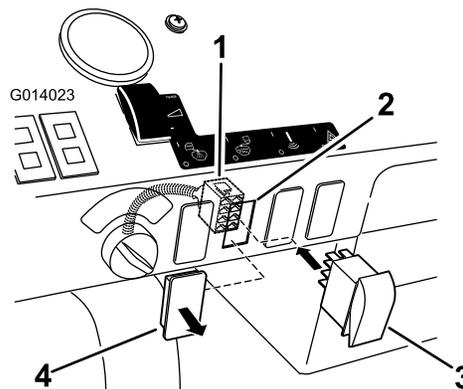

Figure 29
1. Localisez le cache qui occupe l'emplacement de l'interrupteur de l'éjecteur sur le tableau de bord (Figure 29). Il se trouve en deuxième position après le commutateur d'allumage.
2. Déposez le cache de la machine (Figure 29).
4. Connectez l'interrupteur au boîtier de connexion dans le tableau de bord, la diode lumineuse de l'interrupteur étant en haut (Figure 29).